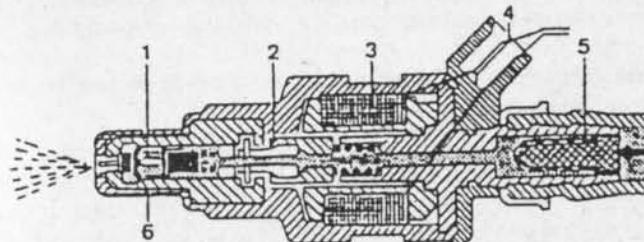

Fig. 3-13.— Inyector de gasolina
**Inyectores.**— Consisten en una pequeña cámara alargada (Fig. 3-13), en cuyo interior se aloja una aguja solidaria a un núcleo de un electroimán. Cuando no circula corriente eléctrica por el enrollado del electroimán, la base de la aguja se mantiene apretada contra su asiento por la fuerza del muelle. Cuando llega corriente eléctrica a las espiras del electroimán, se produce un campo magnético que desplaza el núcleo y con él la aguja, cuya base se separa de su asiento en unos 0,15 mm. La gasolina, a la presión de 2 kg./cm2, fluye entonces por el hueco anular calibrado y es pulverizada durante el corto tiempo que dura la inyección (unos milisegundos). La cantidad de gasolina inyectada depende del tiempo que permanezca abierto el inyector, es decir, del tiempo que se mantenga el impulso eléctrico suministrado por la unidad electrónica de control (UEC).